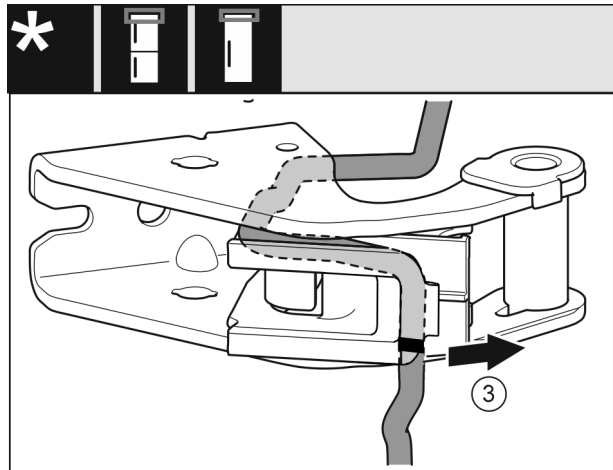

Fig. 15
- ▶ Kabel met de kabelhouder van de lagerbus demonteren. Fig. 15 (3)